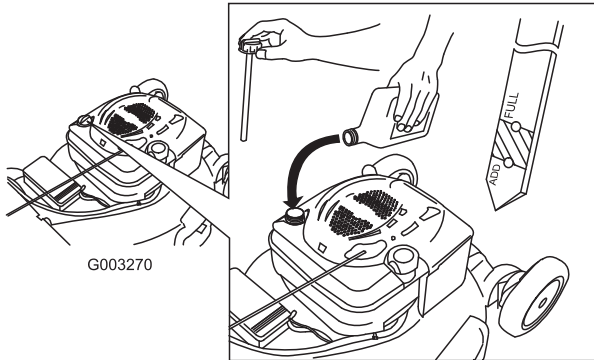

Bild 6
2. Entfernen Sie den Peilstab (**Bild 6**) und füllen Sie Öl in den Einfüllstutzen bis ca. 3/4 des Füllvolumens des Kurbelgehäuses ein.
5. Nehmen Sie den Peilstab heraus und lesen Sie den Ölstand am Peilstab ab, siehe **Bild 6**.
- Füllen Sie bei einem zu niedrigen Ölstand langsam etwas Öl in den Öleinfüllstutzen: Wiederholen Sie die Schritte 3 bis 5, bis der Ölstand richtig ist, wie in **Bild 6** dargestellt.